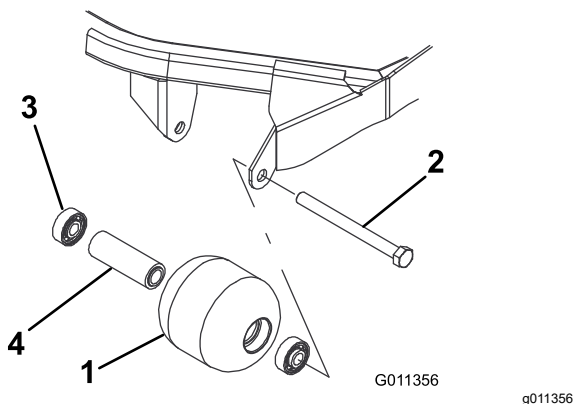

Figura 126
1. Rimuovete il bullone di montaggio del rullo (Figura 126).
distanziale del cuscinetto del rullo (Figura 126). Sostituite tutti i componenti danneggiati e procedete con il loro montaggio.
1. Montate il primo cuscinetto premendolo nell'alloggiamento all'interno del rullo (Figura 126). Premete soltanto sulla pista esterna o, in misura uguale, sulla pista interna ed esterna.
2. Inserite il distanziale (Figura 126).
3. Montate il secondo cuscinetto premendolo nell'alloggiamento all'interno del rullo (Figura 126). Premete in misura uguale sulla pista interna ed esterna, fino a quando la pista interna non tocca il distanziale.